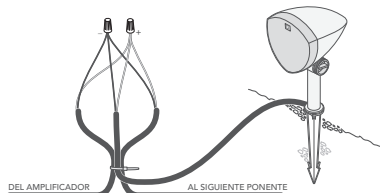

Figura 10
8. Corte los dos cables correctos para el altavoz izquierdo o derecho (consulte las tablas a continuación) y pele 3/4 pulgadas de aislamiento en los extremos expuestos de los cables de entierro; a continuación, pele 3/4 pulgadas de aislamiento de los extremos del cable flexible del altavoz correspondiente (ver figura 10).
9. Cree un bucle de aproximadamente 10 pulgadas y utilice una brida de alambre para sujetar el bucle de alambre para proporcionar alivio de tensión (ver figura 10).